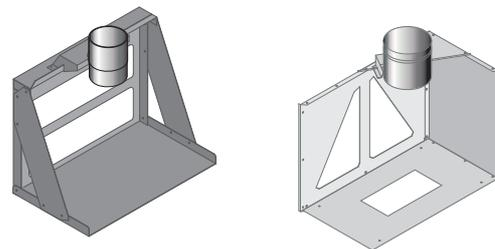

fig. 16
- con telaio supplementare "optional" (fig. 16)